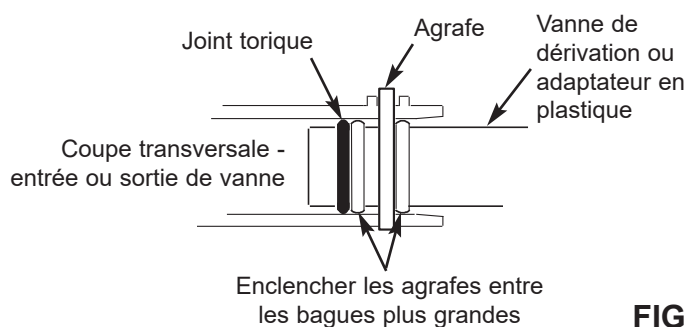

FIG. 7
- Enclenchez les deux grandes agrafes en plastique sur les orifices d'entrée et de sortie, de haut en bas (cf. Figure 7). Vérifiez qu'elles s'enclenchent. Tirez la vanne de dérivation ou les adaptateurs pour vérifier qu'ils sont bien fixés.